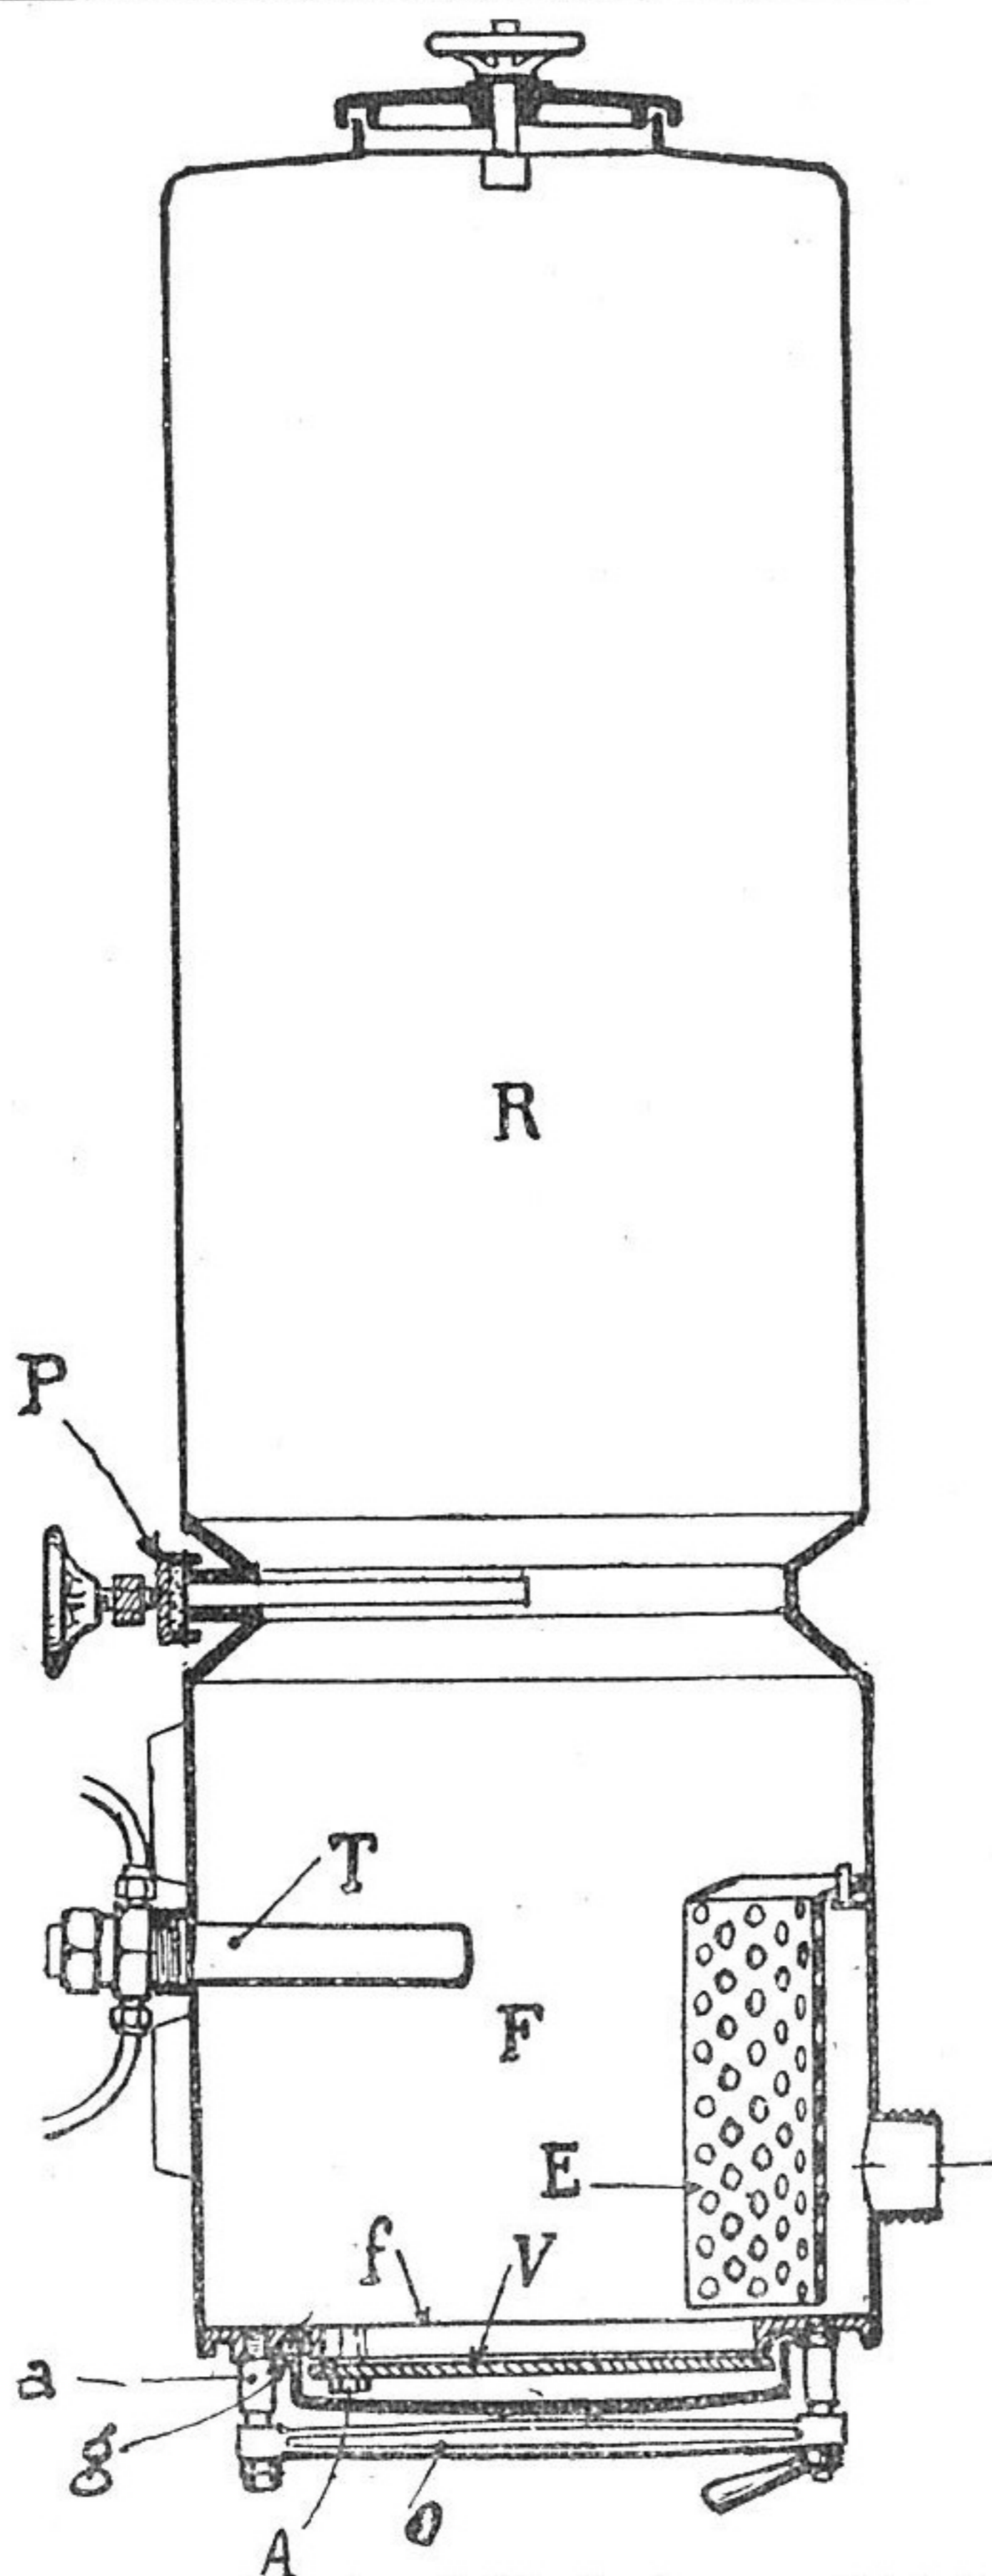

FIG. 25. — Gazogène Gohin-Poulenc. — Générateur.
94. DESCRIPTION. — Le générateur (fig. 25) comprend :